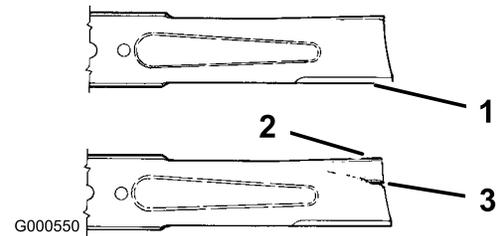

Bild 37
1. Untersuchen Sie die Schnittkanten (Bild 37). Bauen Sie, wenn die Kanten nicht scharf sind oder Kerben aufweisen, die Schnittmesser aus und schärfen sie; siehe Schärfen der Messer.
2. Prüfen Sie die Schnittmesser, insbesondere den gebogenen Bereich (Bild 37). Montieren Sie, wenn Sie Schäden, Verschleiß oder Rillenbildung in diesem Bereich feststellen (Bild 37), sofort ein neues Schnittmesser.